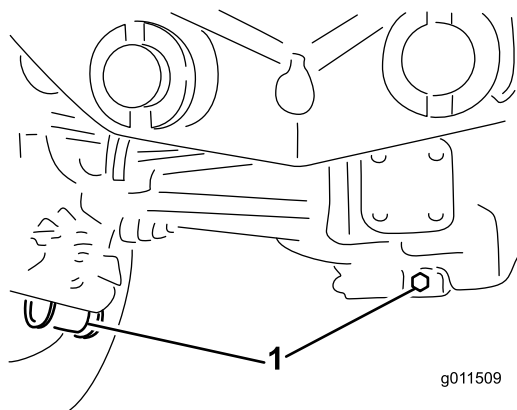

Figura 93
2. Limpie la zona alrededor de los tres tapones de vaciado, uno en cada extremo y uno en el centro (Figura 93).